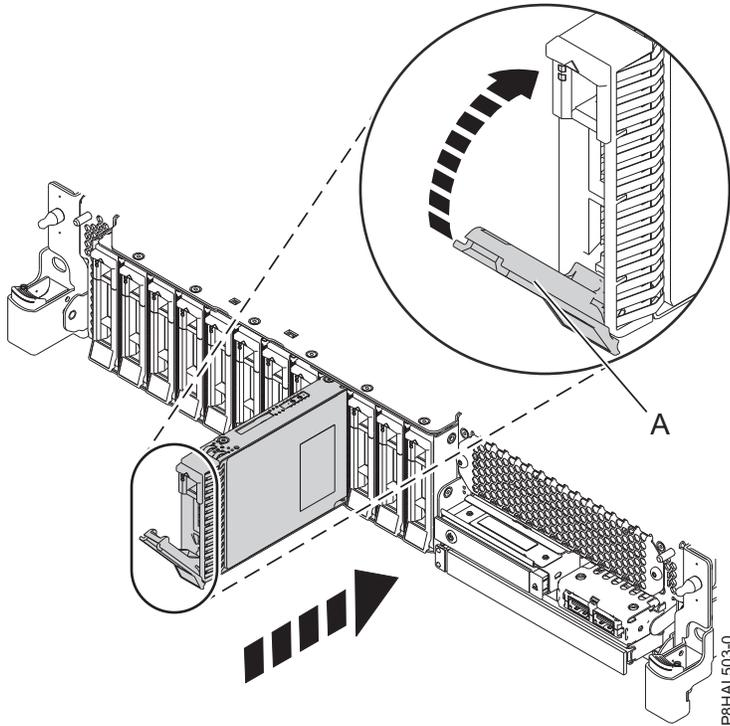
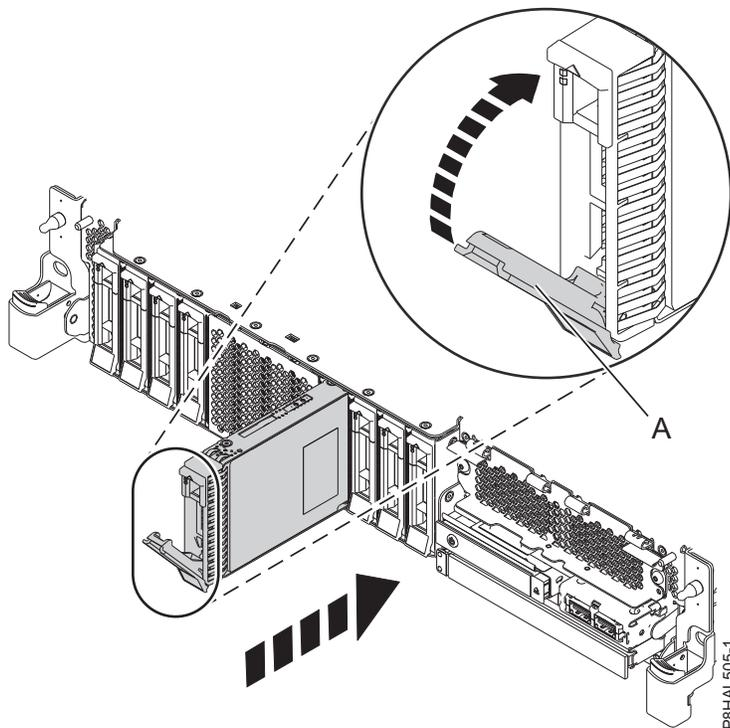

Figura 94. Sustitución de una unidad de disco en un sistema de función base
Figura 95. Sustitución de una unidad de disco en un sistema de función ampliada
4. Desbloquee el asa de la bahía de unidad (A) ejerciendo presión y tirando de ella hacia usted. Si el asa no está extendida del todo, la unidad no entra en el sistema. Consulte la Figura 94 en la página 98 y la Figura 95 en la página 98.
8. Cuando el LED de identificación parpadee para la ranura seleccionada, deslice la unidad hasta el fondo de la ranura y empuje hacia adentro el asa de la bahía de unidad (A) hasta que quede encajada, como se muestra en la Figura 94 en la página 98 y la Figura 95 en la página 98.